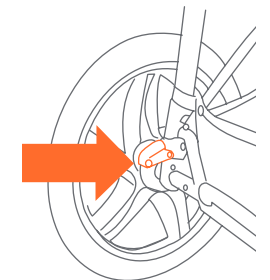

Fig. 11
- 11) • Repérez les 2 freins arrière derrière le chariot sur la droite et à gauche de l'axe (Fig. 11).